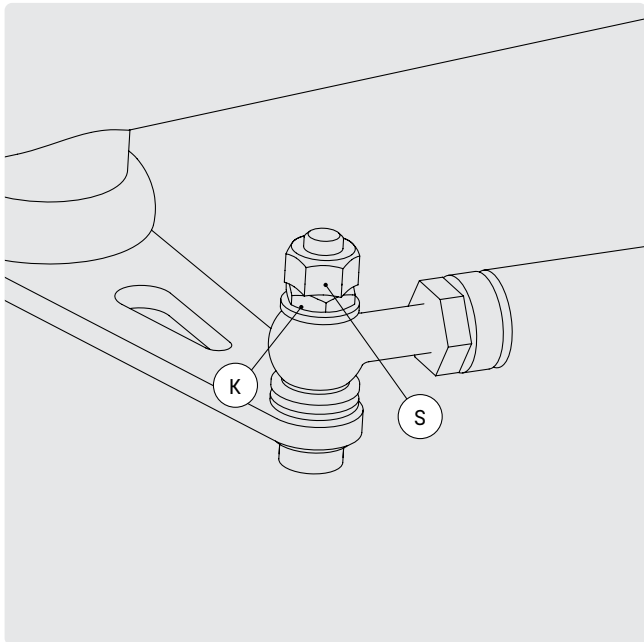

FIG. 32
- Hvis du foretrækker en mere træg styring, skal du tilspænde den flade møtrik K på styrestængerne lidt mere (fig. 32). For at gøre det skal du først fjerne den selvlåsende møtrik S.